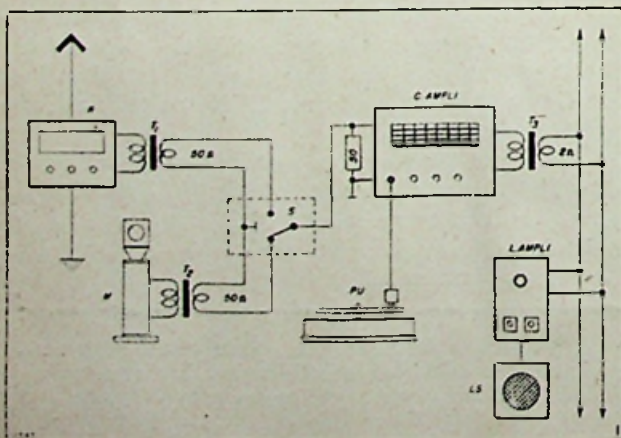

Fig. 1. — Blokschema.
De ganse instelling, in blokschema, ziet er uit zoals aangeduid in fig. 1. Een goede handelsontvanger (R) wordt in de best mogelijke voorwaarden opgesteld. In de anodekring van de tweede detector wordt een transformator (TI) aangebracht, die de hoge anode impedantie omvormt naar 50 ohm.